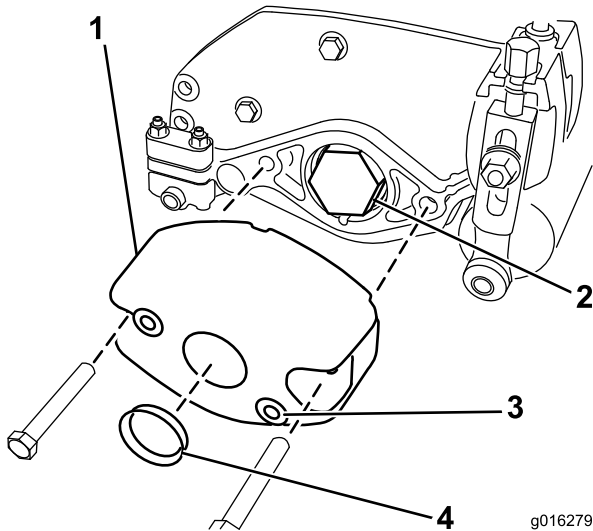

Bild 3
2. Entfernen Sie die Befestigungen und das Gegengewicht vom Ende der Schneideinheit, siehe Bild 3. Drücken Sie auf die Schraube von der Innenseite, um sie aus dem großen Loch in der Mitte des Gegengewichts zu entfernen.
5. Montieren Sie das Gegengewicht wieder mit den vorher entfernten Befestigungen an der Schneideinheit, siehe Bild 3.